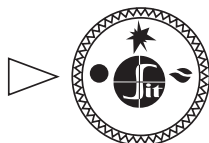

Рис. 9.
- 7.2. В исходном (выключенном) положении ручка управления находится в положении «**точка**» (рис. 9). Пилотная и основные горелки погашены (подача газа к ним заблокирована).
- 7.5. **Выключение аппарата** производится путем поворота ручки в положение «**точка**» (рис. 9). При этом пилотная и основные горелки (если горят) погаснут.